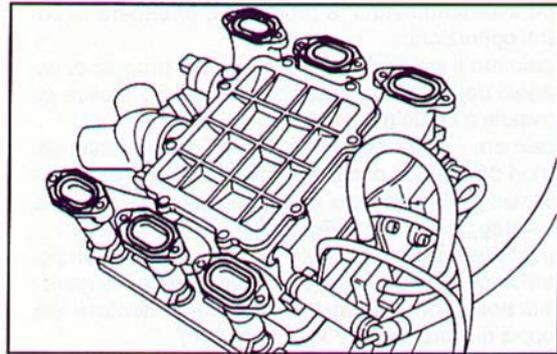

Fig. 320 ▲
- posizionare gli anelli OR sul collettore di aspirazione, fissandoli con un po' di grasso (Fig. 320);
- put the O-rings on the intake manifold, using a little grease to keep them in place (Fig. 320);